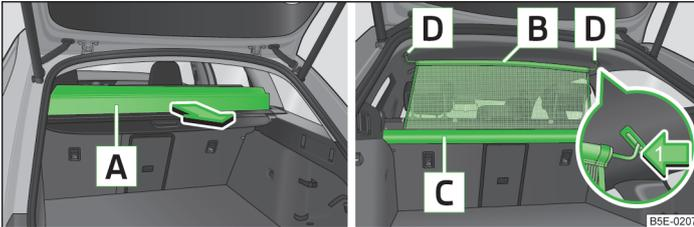
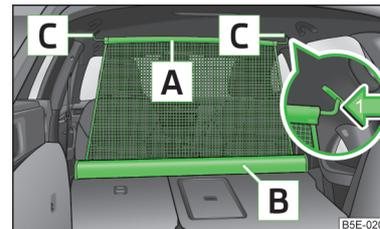

Abb. 101 Teil der aufrollbaren Gepäckraumabdeckung aufklappen / Netztrennwand hinter den Rücksitzen im herausgezogenen Zustand
Abb. 103 Netztrennwand hinter den Vordersitzen im herausgezogenen Zustand
- Sich überzeugen, dass die Querstange der Netztrennwand fest in den Aufnahmen **D** » Abb. 101 auf Seite 105 bzw. **C** » Abb. 103 auf Seite 105 eingehängt ist.
- › Einen Teil der aufrollbaren Gepäckraumabdeckung **A** in Pfeilrichtung » Abb. 101 aufklappen.
- › Die Netztrennwand an der oberen Querstange **A** aus dem Gehäuse **B** » Abb. 103 ziehen.